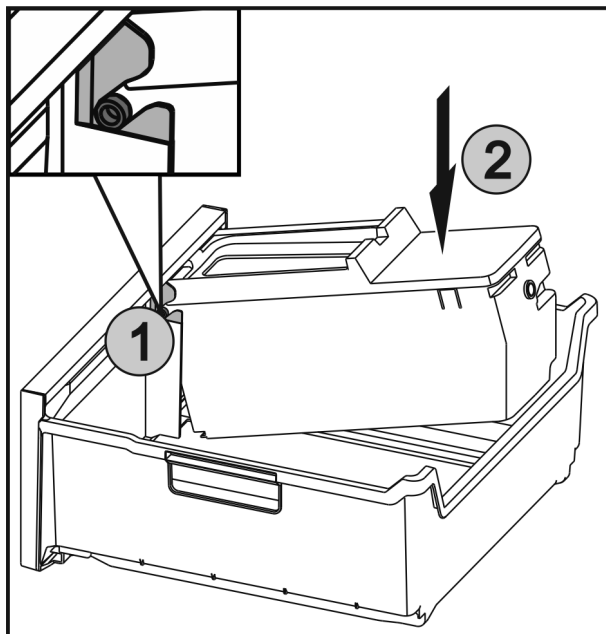

Fig. 43
- Inserire gli assi Fig. 43 (1) di EasyTwist-Ice nelle guide e premere la parte posteriore Fig. 43 (2) finché la linguetta non si innesta.